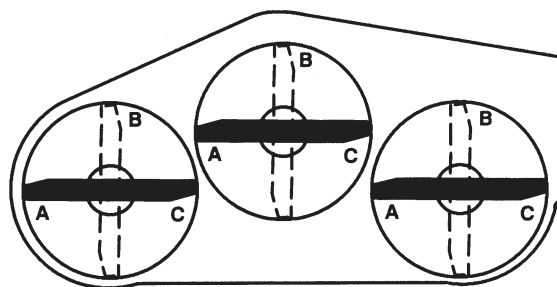

Figure 21
7. Gire las cuchillas hasta la postura “C”, mida la distancia y anótela (Figs 21, 22).